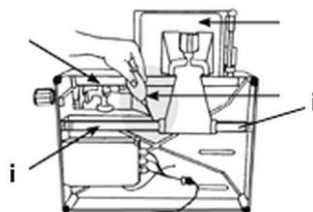

Fig. 16
3. Applicare su entrambe le estremità dell'asse carrello (i) una discreta quantità di olio per macchinari (fig. 16).